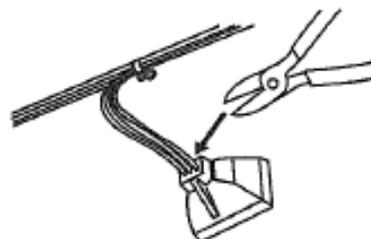

FIGURE 5
8. Couper le connecteur du câblage qui était connecté à la pompe défectueuse, aussi près que possible du connecteur. Voir figure 5.